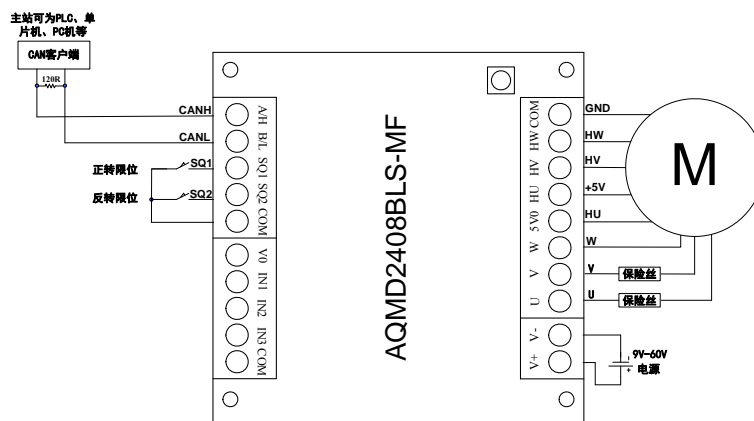

图 3.6 CAN 通讯电源及电机接线图
- 6) 若主站/客户端为 CAN 设备，CAN 主站/客户端与驱动器的 485/CAN 接口按照 CANH-CANH、CANL-CANL 的方式连接，并且 CAN 总线上至少要并联一个 120Ω 的电阻才能正常通讯，如图 3.6 所示，然后接通电源（注意：电源的电压与电机的额定电压一致，且能够提供的电流大于电机的额定电流）。